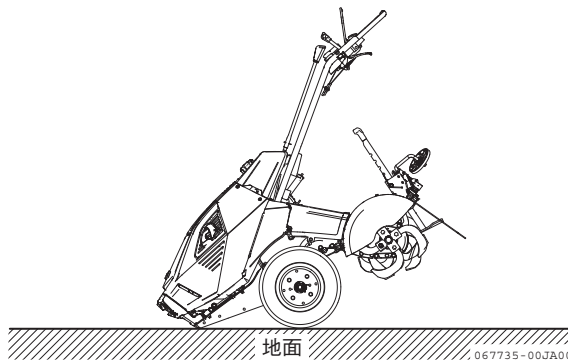

図 4-18
2. ハンドルを持ち上げて、エンジン側を接地させます。(図 4-18)